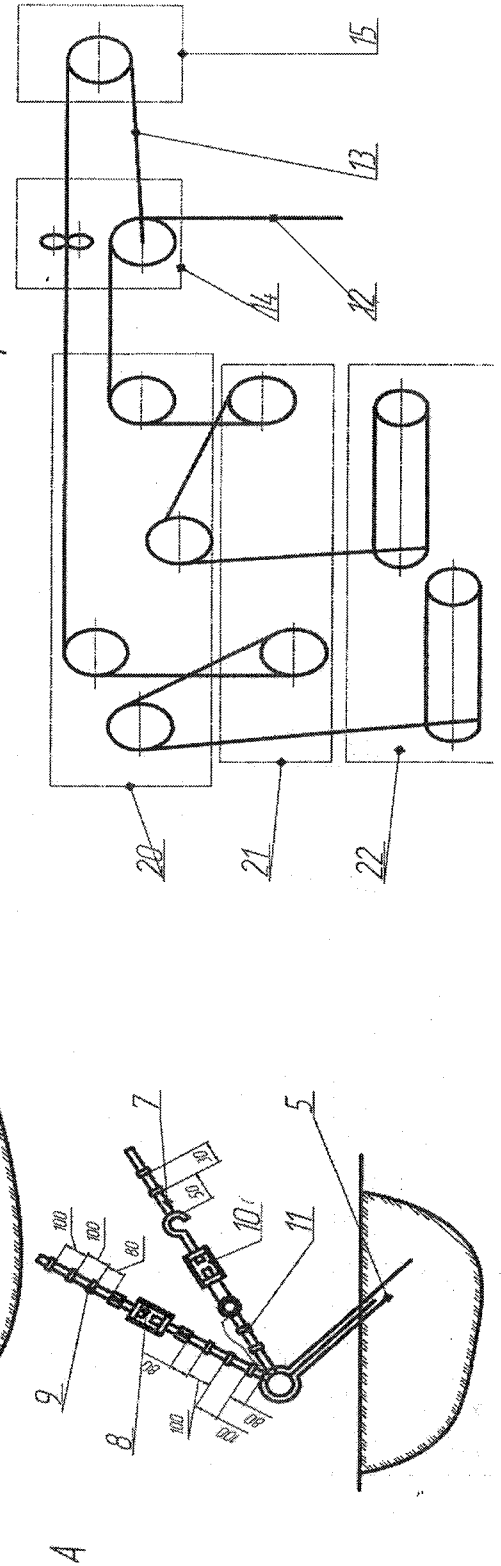

Рис.1. Установка ГР-70:
4.2 Установка ГР-70 (рис.1) состоит из двух опор (3,4), с переброшенными между ними канатами 6, 12, 13, кабины 1, двухбарабанной лебедки с ручным приводом 22, блока счетчиков 21, блока верхнего 20, адаптера АДПК-1, каретки 14, специальных гидрометрических грузов 16 весом 25 и 50 кг и блока берегового 15. Кабина 1 предназначена для размещения в ней оборудования с целью защиты его от атмосферных воздействий и создания удобства при производстве гидрометрических работ.